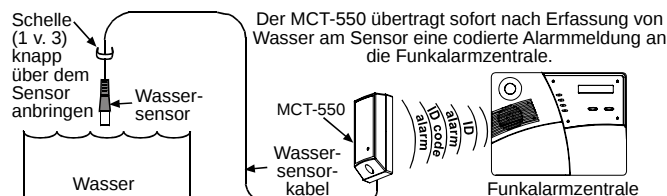

Abb. 1. Einsatz des MCT-550
**B.** Befestigen Sie den Sensor und sein Kabel mit Hilfe von 3 Drahtschellen an der Wand. Eine Schelle sollte unmittelbar oberhalb des Wassersensors befestigt werden. Der Wassersensor darf nur **in senkrechter Position und nach unten zeigend** installiert werden. Die beiden übrigen Schellen können nach Bedarf verwendet werden (Abb. 1 und 3).